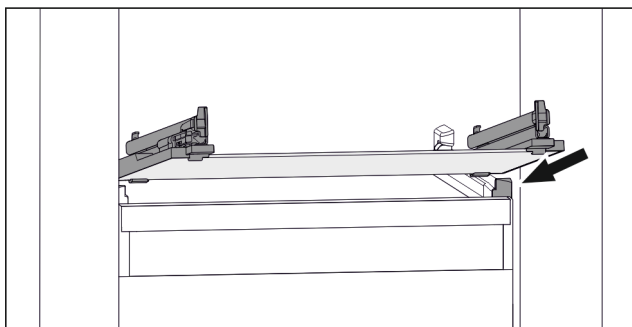

Fig. 154 Příklad znázornění skleněné desky
- Nasadte skleněnou desku šikmo za zářádky. (viz Fig. 154)